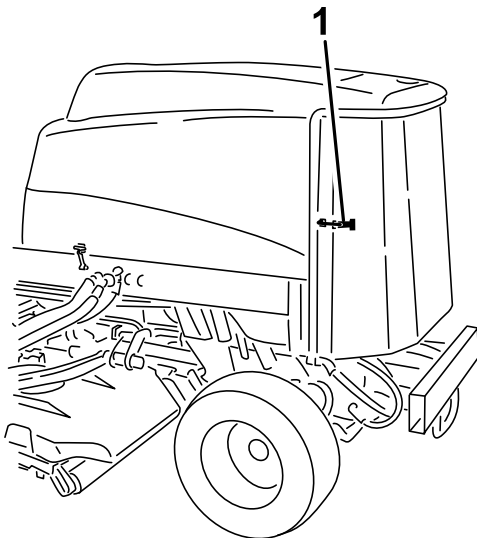

Figura 111
2. Desenganche y abra la rejilla trasera (Figura 111).